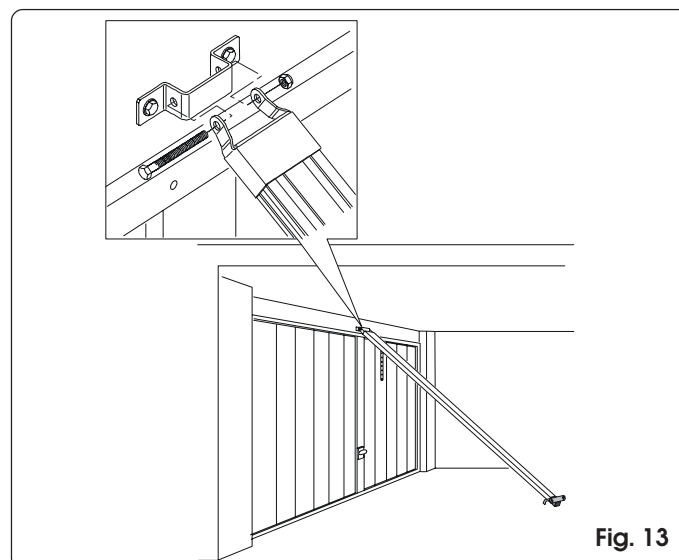

Fig. 13
- 7) Soulever le rail de l'attache avant et l'assembler avec la patte de fixation en utilisant la vis et l'écrou (fig. 13).